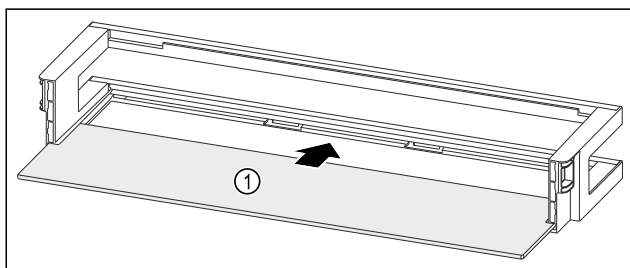

Fig. 66 Ajtópolc tárolólappal
- ▶ Tolja be a tárolólapot Fig. 66 (1) az oldalsó bemarásokba.